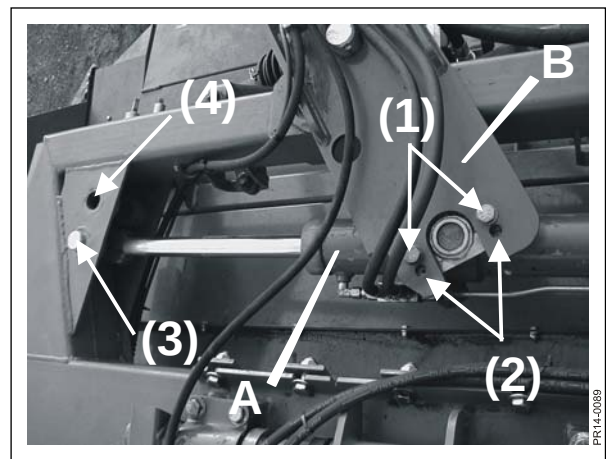
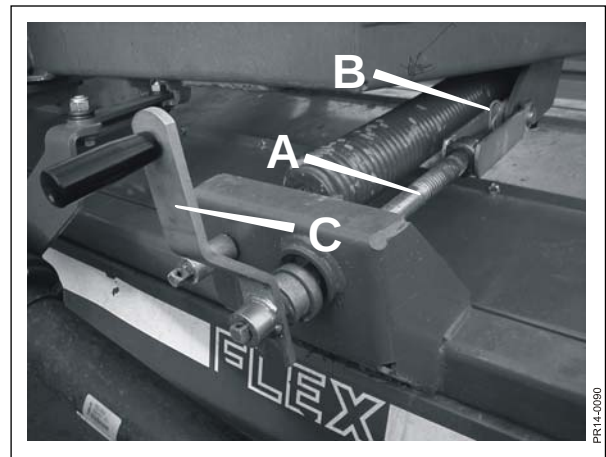

Fig. 3-10
Fig. 3-12
Fig. 3-10 Trækstangscylinderen **A** kan monteres i 2 positioner på trækstangen **B**. Placeringen bestemmer hvor langt trækstangen svinger ud til begge sider. Af fabrik er cylinderen monteret i position **(1)**, som giver det mindste overlap.
Fig. 3-10 I modsatte ende er cylinderen monteret i position **(3)**. Det andet monteringshul, position **(4)** er **KUN** beregnet til kørsel med asymmetrisk skærmsæt, hvor trækstangsudslaget er forskelligt til venstre og højre side.
Fig. 3-12 Indstillingen af stubhøjden foretages ved at justere skivebjælkens hældning via de 2 spindler **A**. Først fjernes splitten **B**, og spindlerne **A** drejes med håndtaget **C**. Splitten **B** monteres efter endt justering, da den sikrer at indstillingen fastholdes.
- Ved at løsne de vandrette TopSafe fjedre en anelse (se fig. 3-12), og spænde de lodrette fjedre en anelse (se fig. 3-10).